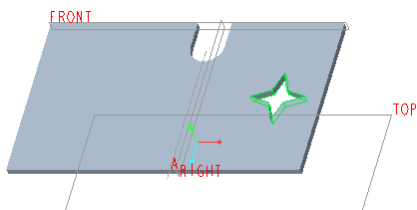

图 1-279 完成第二个钣金件切口特征
(4) “拉伸”选项卡的深度选项默认为  (拉伸到下一曲面)。然后单击  (完成) 按钮, 得到的第二个钣金件切口如图 1-279 所示。